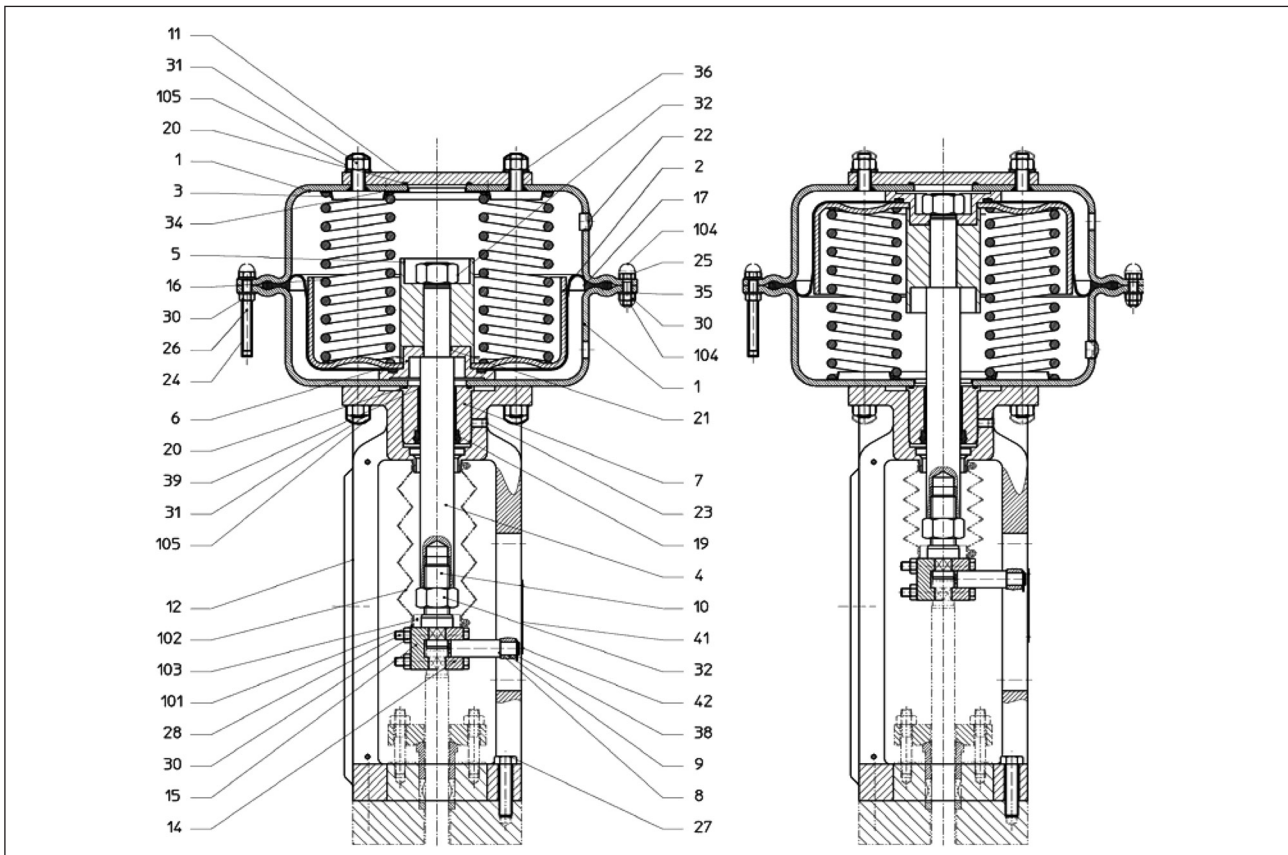

Bild 2
- Die Ringmuttern bei PN9400 für Transport- und Handhabung sind beigelegt und werden nach Demontage von zwei Sechskantmuttern (31) (Bild 2,3, und 4) auf die Stiftschrauben der Hauben (1) aufgeschraubt. Sie sind nicht für einen Transport mit montiertem Ventil geeignet.